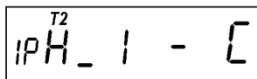

Рисунок 4.4
Рисунок 4.4 свидетельствует о наличии отрицательных значений углов напряжений (l), наличии фазы A (1), отсутствии фазы B, которое индицируется символом "-" (дефис) и наличии тока в фазе C при отсутствии напряжения в этой фазе, черточка снизу перед фазой A обозначает выход значения напряжения фазы за задаваемые пределы, в данном случае – снизу. T2 – текущий тариф.